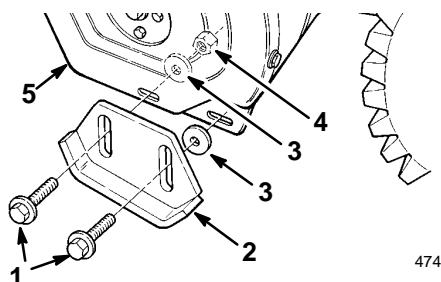

Figure 9
3. Retirez avec leurs rondelles les 2 boulons à embase fixant les extrémités de la lame racleuse aux panneaux latéraux (Fig. 9).
4. Remontez les boulons dans les fentes arrière des patins, en insérant **les rondelles entre les patins et les panneaux latéraux** (Fig. 9). Ne serrez pas encore les boulons.
5. Montez les boulons à embase dans les fentes avant des deux patins et les trous des panneaux latéraux, en plaçant les **rondelles entre les patins et les panneaux latéraux** (Fig. 9). Ne serrez pas encore les boulons.